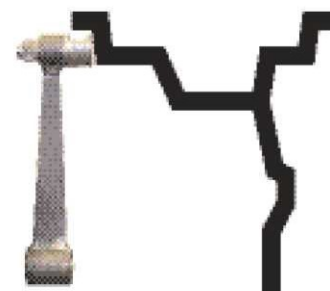

Рис. 10.1
10.2. Данная модель СБ снабжена устройством, позволяющим автоматически вводить диаметр "d" колеса и дистанцию "A". Для этого необходимо, взяв за рукоятку, вытянуть из корпуса СБ штангу ввода параметров, подвести палец на конце рукоятки к месту установки корректирующих грузов на внутренней стороне обода (см. рис. 10.1) и